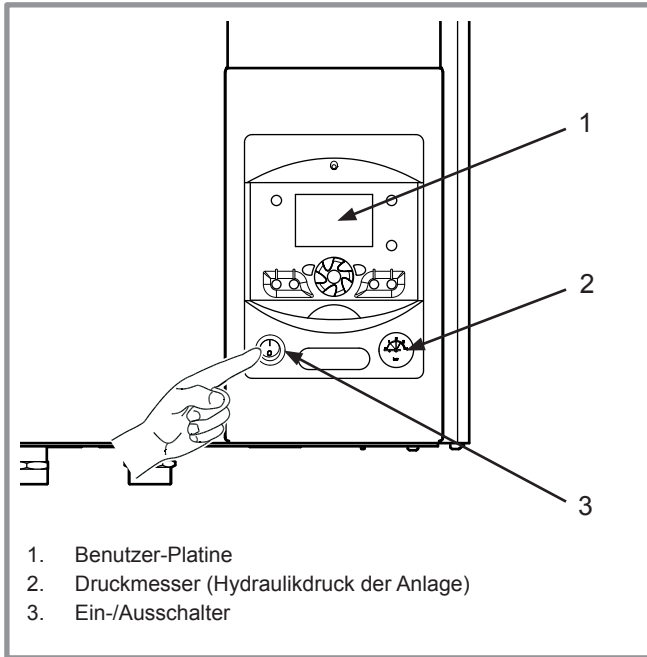

Abbildung 5 - Inbetriebnahme
- Sicherstellen, dass die Anlage korrekt mit Wasser gefüllt und entlüftet wurde, und dass der Druck am Druckmesser ausreicht (zwischen 1,5 und 2 bar) (Ken. 2, Abbildung 5).